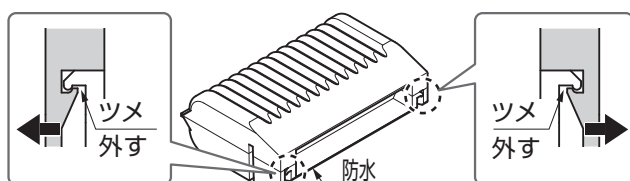

図4-6
- ①防水ワンタッチロックの側面のツメを外してください。（図4-6参照）